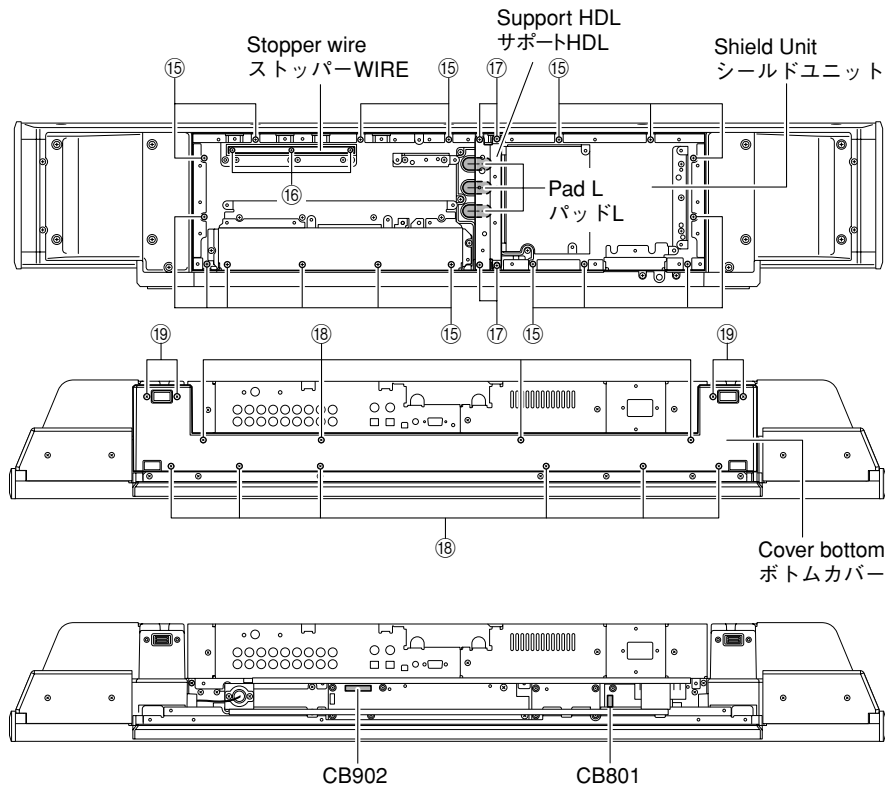

Fig. 7
- a. Remove 17 screws (15). (Fig. 7)
- b. Remove 3 screws (16) and then remove the stopper wire. (Fig. 7)
- c. Remove 4 screws (17) and then remove the support HDL. (Fig. 7)
- d. Remove 3 pad Ls. (Fig. 7)
- e. Remove 10 screws (18), 4 screws (19) and then remove the cover bottom. (Fig. 7)
- f. Remove CB801 and CB902. (Fig. 7)
- g. Remove the shield unit, using care not to cause damage to the cable and other parts. (Fig. 7)
- a. ⑮のネジ17本を外します。(Fig. 7)
- b. ⑯のネジ3本を外し、ストッパーWIREを取り外します。(Fig. 7)
- c. ⑰のネジ4本を外し、サポートHDLを取り外します。(Fig. 7)
- d. パッドL3個を取り外します。(Fig. 7)
- e. ⑱のネジ10本、⑲のネジ4本を外し、ボトムカバーを取り外します。(Fig. 7)
- f. CB801、CB902を外します。(Fig. 7)
- g. ケーブル等を傷つけないように、シールドユニットを取り外します。(Fig. 7)